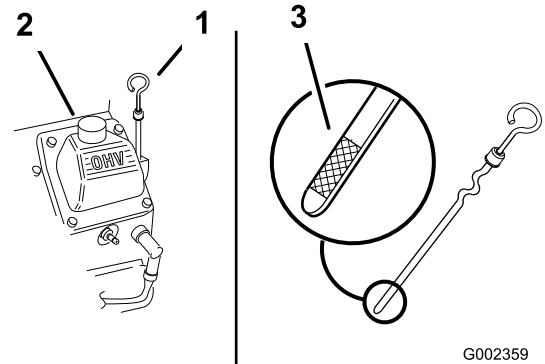

図 20
3. 給油口からゴミが入ってエンジンを傷つけないように、ディップスティック 図 20 の周囲をウェスできれいに拭く。
4. ディップスティック 図 20 を抜き取り、付いているオイルをウェスで拭きとる。
5. ディップスティックを補給管一杯に差し込む 図 20。ただしねじ込まないこと。
6. 補給管 図 20 から、必要量の80% 程度のオイルをゆっくり入れる。